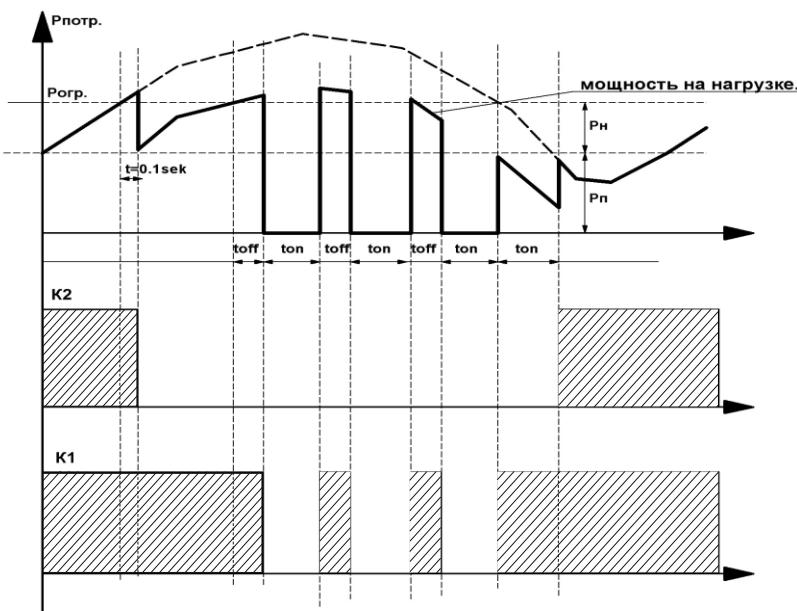

Рис.1 Диаграмма работы ОМ-1 с приоритетной нагрузкой
3.2 Режим работы с приоритетной нагрузкой. Нагрузка разбивается на две части, приоритетную R_p , отключать которую нежелательно и неприоритетную R_n . При перегрузке отключается R_n без временной задержки. Если перегрузки нет, R_n - отключена, R_p - подключена. Если перегрузка продолжается, R_n отключается в соответствии с установленным временем T_{off} . При снижении потребляемой мощности R_n подключается через время T_{on} , затем через это же время подключается и нагрузка R_n . Диаграмма работы на Рис.1, схема включения на Рис.2. Преимущества режима: нет полного отключения от сети питания, сум-